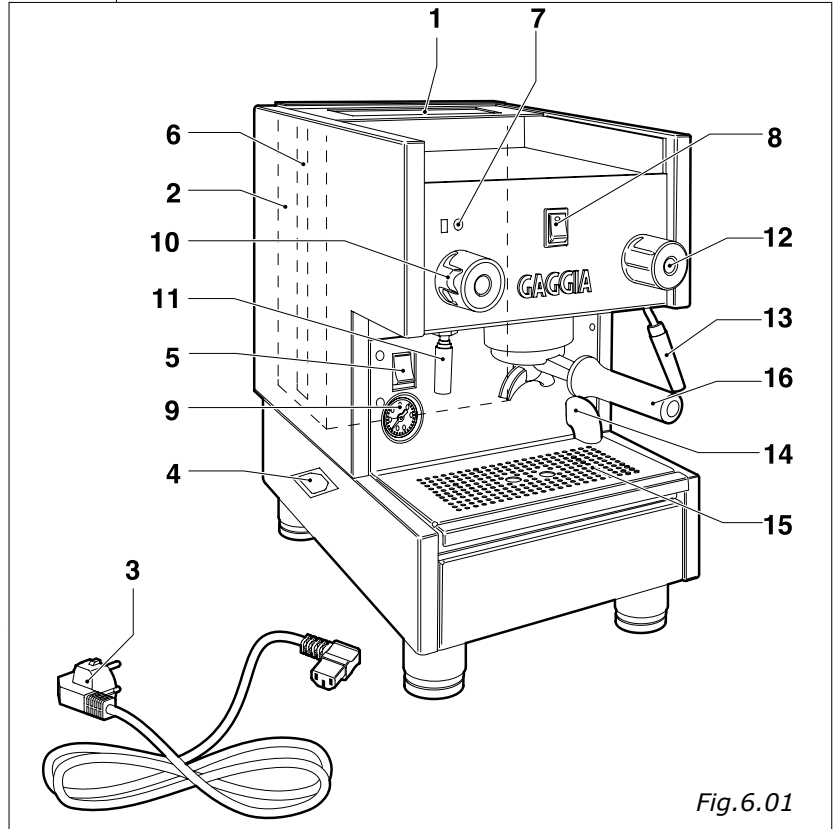

Fig.6.01
- Die Pegelautomatik setzt sich in Betrieb, und die entsprechende Kontrolllampe bleibt eingeschaltet, (Abb.6.01-Pos.8), bis das Wasser im Kessel den Normalstand erreicht hat. Dieser Vorgang kann, nur beim ersten Aufladen, ziemlich lange dauern und die Maschine blockieren; die Maschine eventuell mit dem Hauptschalter aus- und wieder einschalten (Fig.6.01-pos.5).(Abb.6.01-Pos.5).
- Warten bis die Maschine den Betriebsdruck erreicht hat " 1,2 - 1,3 BAR", auf dem Manometer den Kesseldruck überprüfen (Abb.6.01-Pos.9).
- Ein oder zwei Tassen unter den Filterträger stellen (Abb.6.07), den Kaffeeschalter (Abb. 6.01-Pos.8) auf "1" stellen und die Kaffeeausgabe beginnt.